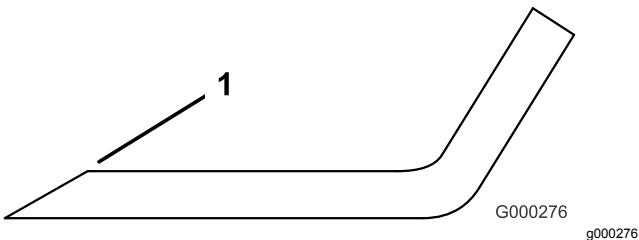

Bild 31
- Prüfen Sie die Schnittkanten aller Messer und schärfen die Kanten, wenn sie stumpf sind oder Kerben haben (Bild 31).
Hinweis: Schärfen Sie nur die Oberseite der Schnittkante und behalten Sie den ursprünglichen Schnittwinkel bei, um die Schärfe des Messers zu gewährleisten (Bild 31). Das Schnittmesser bleibt ausgewuchtet, wenn von beiden Schnittkanten die gleiche Materialmenge entfernt wird.